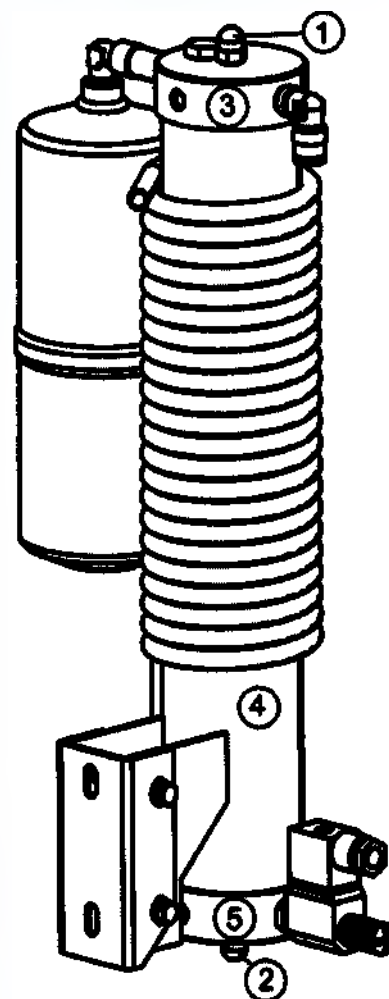

Рисунок 10
- Открутить гайку 1, удерживая гайку 2 (рис. 10)